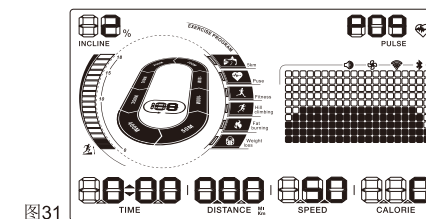

图31
2. 连续按下面板上Training Prog键 ，直至屏幕上出现P09字样。（图31所示）